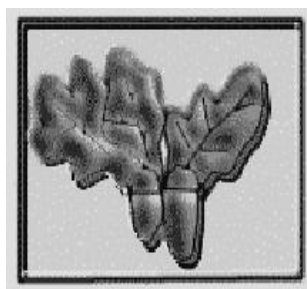

Рис. 5. Тиснение
**Тиснение** – это нанесение углубленного или рельефного изображения на лицевую поверхность деталей под давлением тиснильного инструмента в виде квадратиков (нарезной рисунок), кружочков (под шагрень), художественного рисунка растительного или животного характера (рис. 5).